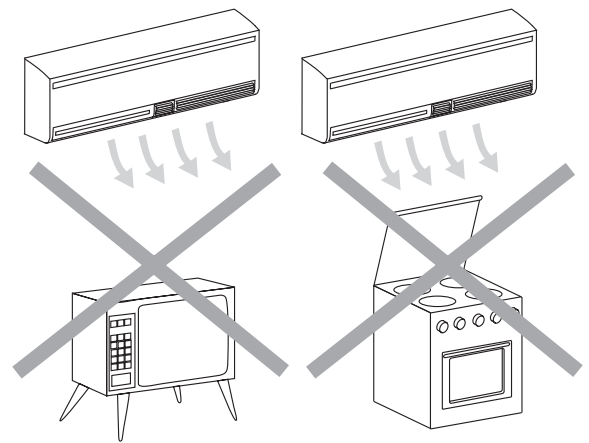

Fig. 3
- Elle ne doit pas être directement au-dessus d'un appareil électroménager (téléviseur, radio, réfrigérateur, etc.), ou au-dessus d'une source de chaleur (fig. 3).